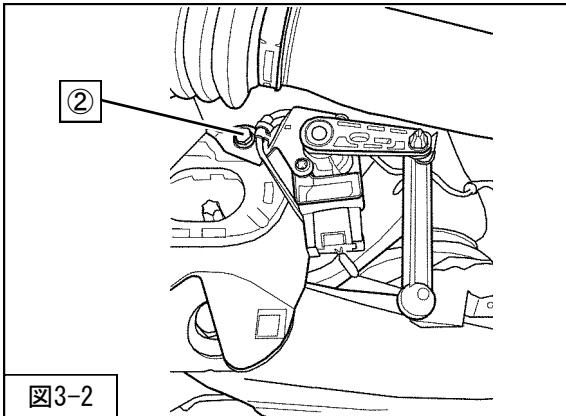
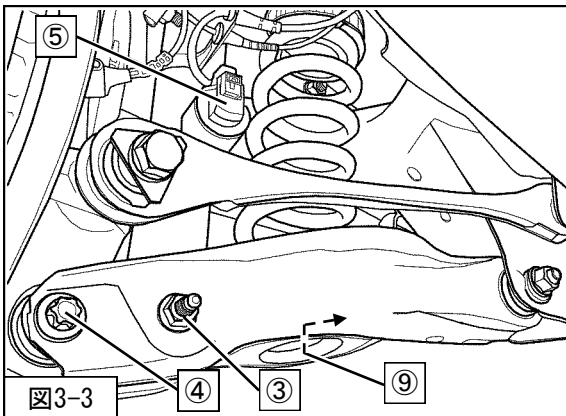
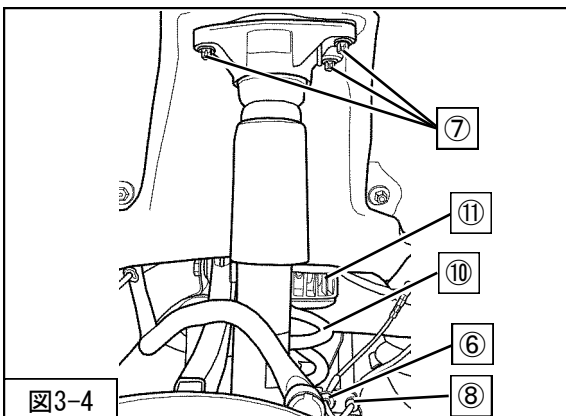

図3-2
図3-3
図3-4
3. 木片及びジャッキを使用し、リアサスペンションASSYロアアームNo.2を支持し、②ハイトセンサー取付ボルトを取外してください。(図3-2)
4. ③リアショックアブソーバASSYロア取付ボルト・ナット
④リアサスペンションASSYロアアームNo.2取付ボルト・ナットを取外してください。(図3-3)
⑤コネクターを取外してください。(図3-3)
6. ⑥ワイヤハーネス
⑦リアショックアブソーバASSYアッパー取付ナットを取外してください。(図3-4)
⑧ワイヤハーネスを取外してください。(図3-4)
⑨リアスプリングロアシート
⑩リアスプリング
⑪リアスプリングアッパーシートを取外してください。(図3-3・3-4)